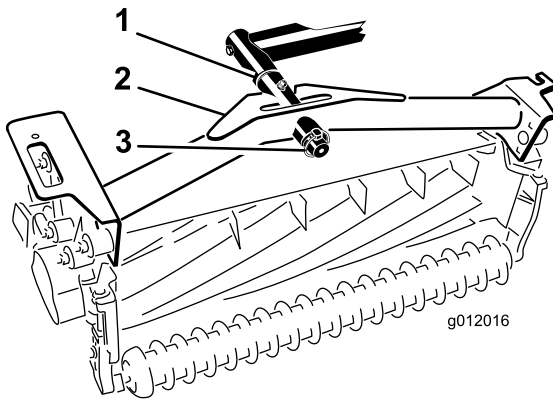

Bild 20
2. Schieben Sie den Trägerrahmen der Schneideinheit auf die Gelenkstange und befestigen sie mit einem Klapstecker (Bild 20).